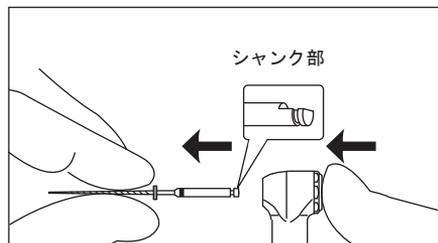

図 5
ファイルをコントラアングルヘッドの回転軸へ差し込み(①)、軽く回して(②)ファイル上部のシャンク部分(図5)が合う位置を探してください。
ファイルを取り外すときは、プッシュボタンを押しながらファイルを引き抜きます。(図5)